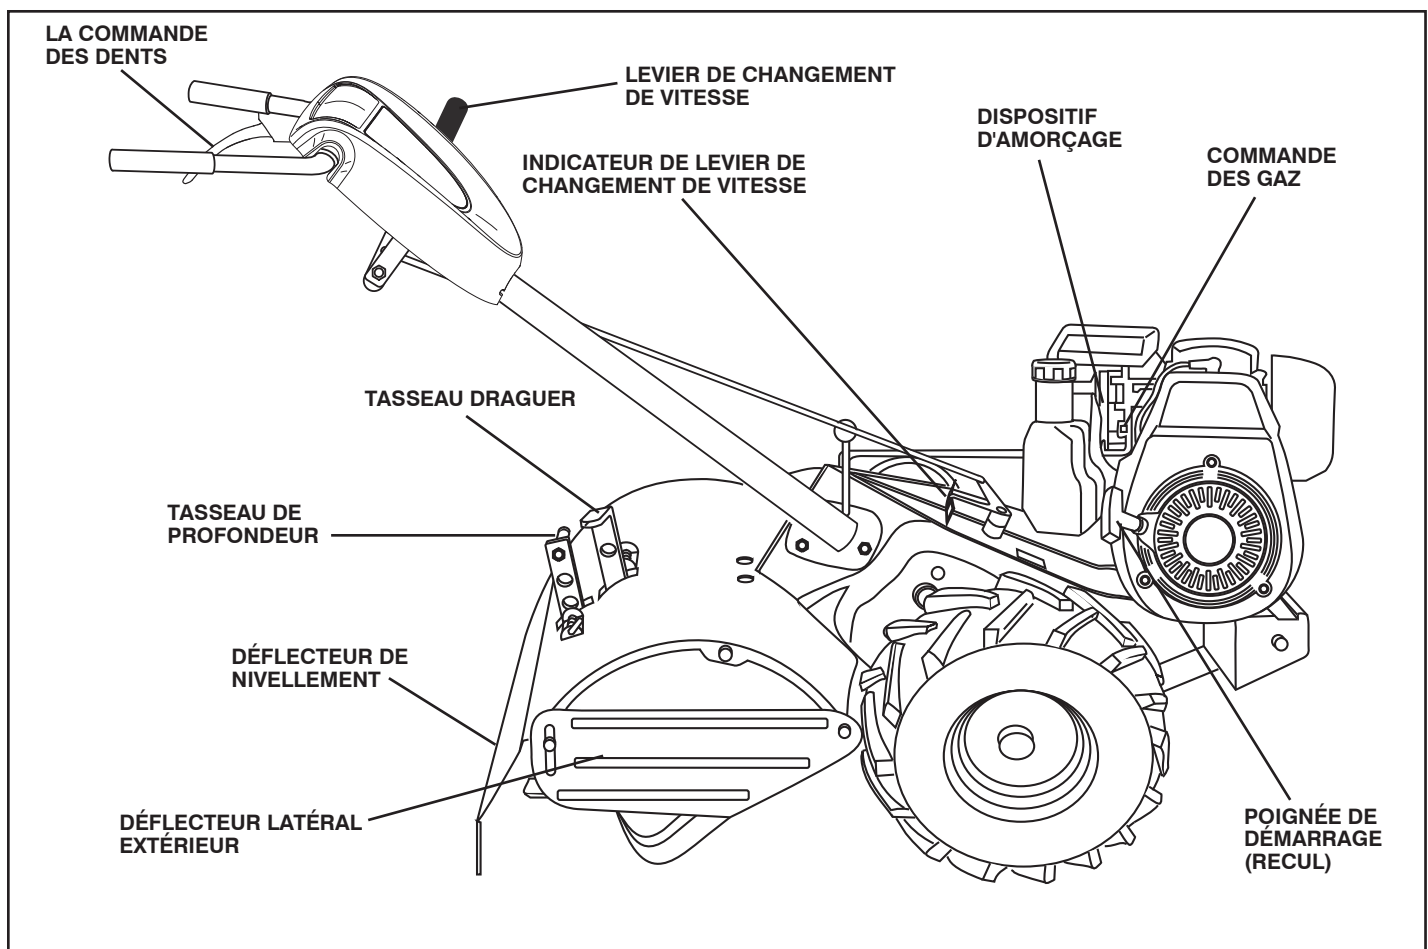

Fig. 7
- Assurez-vous que l'indicateur de levier de changement de vitesse est en position point mort ("N") (Voir la fig. 7).